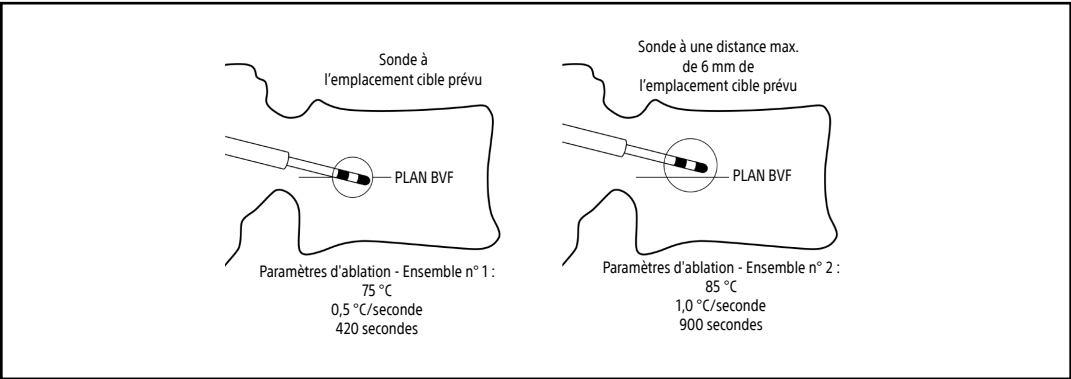

FIGURE 6
20. Si la sonde est au minimum à une distance de 5 mm de l'emplacement cible prévu, l'ensemble de paramètres d'ablation n° 1 peut être sélectionné ; si elle est inférieure ou égale à 6 mm, l'ensemble de paramètres d'ablation n° 2 peut être sélectionné. (Voir les exemples dans la figure 6.) Le corps vertébral ciblé sera traité avec les paramètres d'ablation sélectionnés par le médecin :